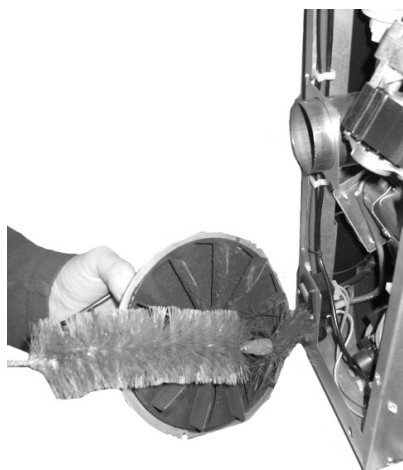
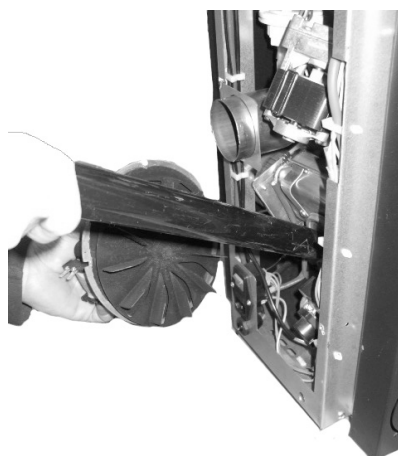

Fig. 81 - Nettoyage 1
Fig. 82 - Nettoyage 2
- Nettoyer avec une brosse et aspirer la suie à l'intérieur (voir **Fig. 81** et **Fig. 82**).